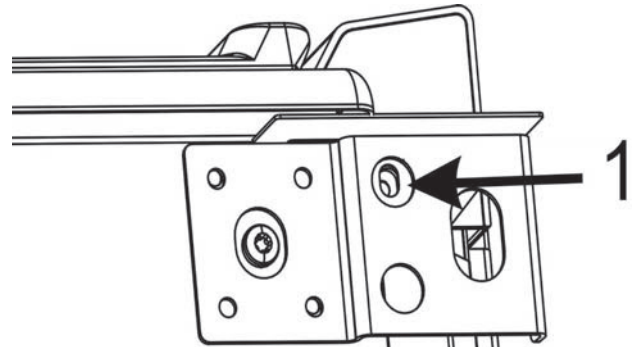

Figura 4: Colocación del protector para esquinas del lado derecho; segundo paso
6. Gire el protector para esquinas, a fin de que quede en una posición plana y el orificio circular del protector para esquinas se alinee con el orificio 1 (consulte la Figura 4: Colocación del protector para esquinas del lado derecho; segundo paso).